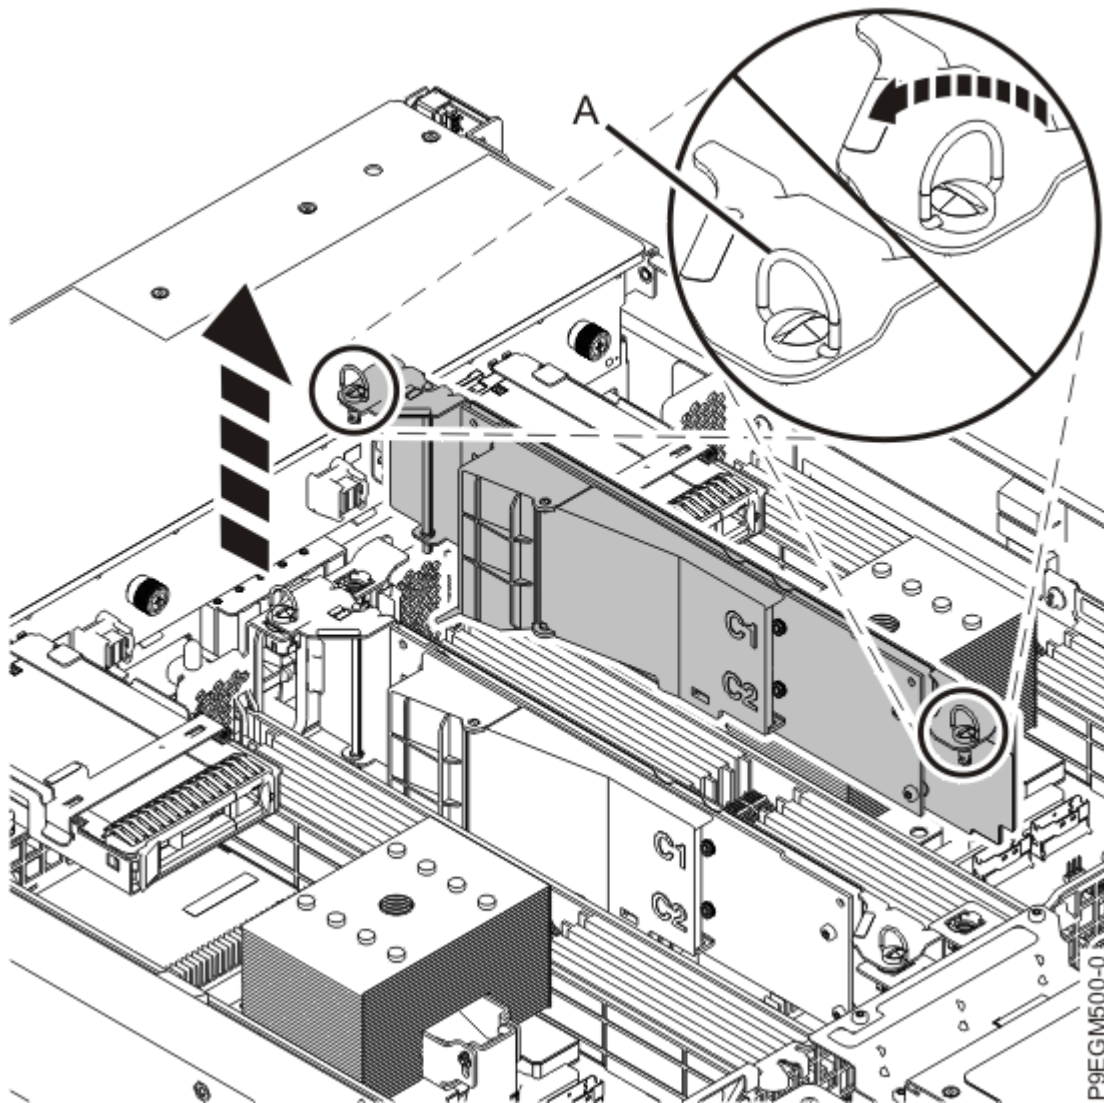

図 14. NVMe M.2 キャリア・カードの取り外し
4. NVMe M.2 キャリア・カードを持ち上げてスロットから取り出します (20 ページの図 14 を参照)。